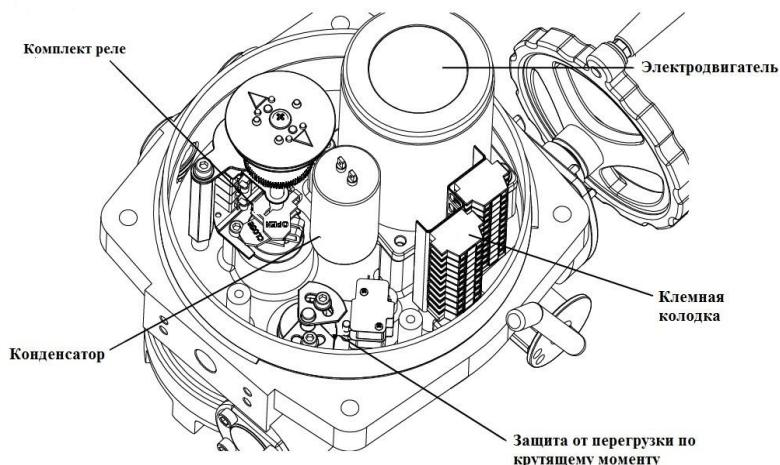

Рисунок 1 – Основные компоненты привода QT
4.2 При нахождении диска 4 (Приложение А) в промежуточном положении (между положениями «Закрыт» – «Открыт») оба реле (рисунок 1) находятся в выключенном состоянии. При нахождении диска затвора в крайних положениях («Закрыт» – «Открыт») эксцентрический кулакчик воздействует на одного из реле и формируется сигнал о положении затвора «Затвор закрыт» или «Затвор открыт» с помощью замыкания нормально разомкнутых «сухих» контактов реле с сопротивлением в замкнутом состоянии не более 25 Ом, при коммутируемом токе до 100 мА. Допускается местная регулировка эксцентрических кулаков.